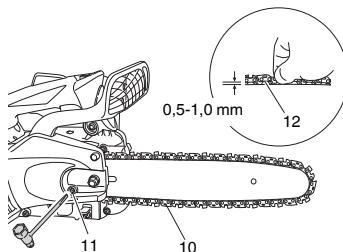

Fig. 6
- Levante el extremo de la barra y apriete la cadena de sierra (10) girando el perno de ajuste de tensión (11) en el sentido horario. Para comprobar la tensión correcta, levante ligeramente el centro de la cadena, debiendo existir un juego de alrededor de 0,5 a 1,0 mm entre la barra y el borde del eslabón impulsor (12). (**Fig. 6, 7**)